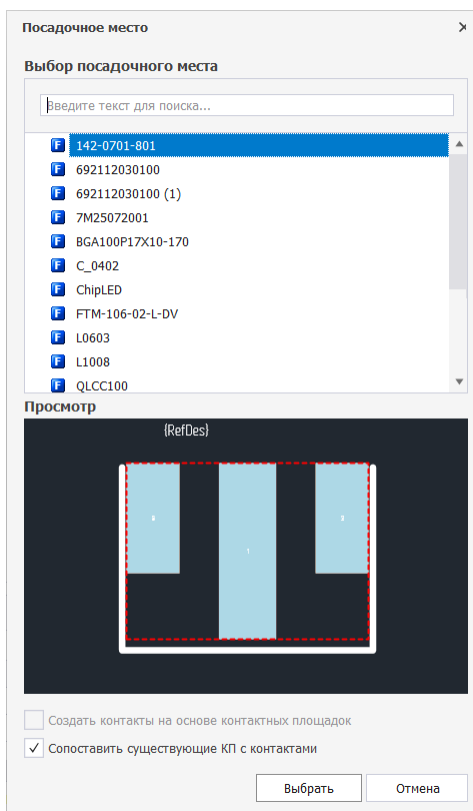

Рис. 240 Выбор библиотечного посадочного места
1. Выбрать посадочное место из списка, см. Рис. 240.